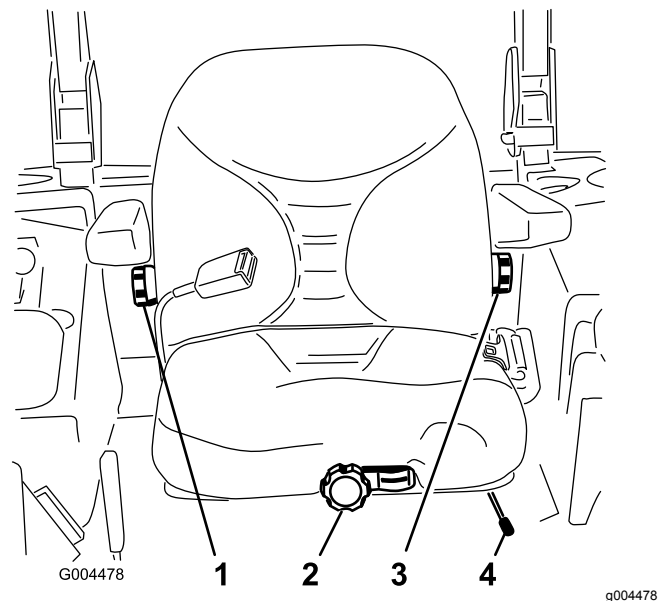

Figure 11
1. Poussez le levier de réglage de côté pour débloquer et régler le siège (Figure 11).
Sans vous asseoir sur le siège, tournez le bouton avant dans un sens ou dans l'autre pour obtenir la position la plus confortable (Figure 11).
Pour ce faire, tournez le bouton situé sous l'accoudoir droit dans un sens ou dans l'autre pour obtenir la position la plus confortable (Figure 11).
Pour ce faire, tournez le bouton situé sous l'accoudoir gauche dans un sens ou dans l'autre pour obtenir la position la plus confortable (Figure 11).